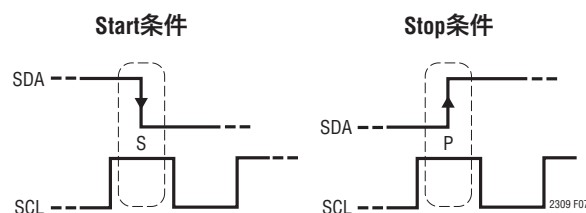

図7. Start条件とStop条件のタイミング図
図7に示すように、Start (S) 条件はSCLを“H”に保ったままSDAを“H”から“L”に遷移させて生成します。Start条件後のバスはビジーであるとみなされます。データ転送が終了すると、SCLが“H”の間にSDAを“L”から“H”に遷移させることによって、Stop (P) 条件が生成されます。Stop条件が生成されると、バスは開放状態になります。Start条件とStop条件は常にマスタによって生成されます。